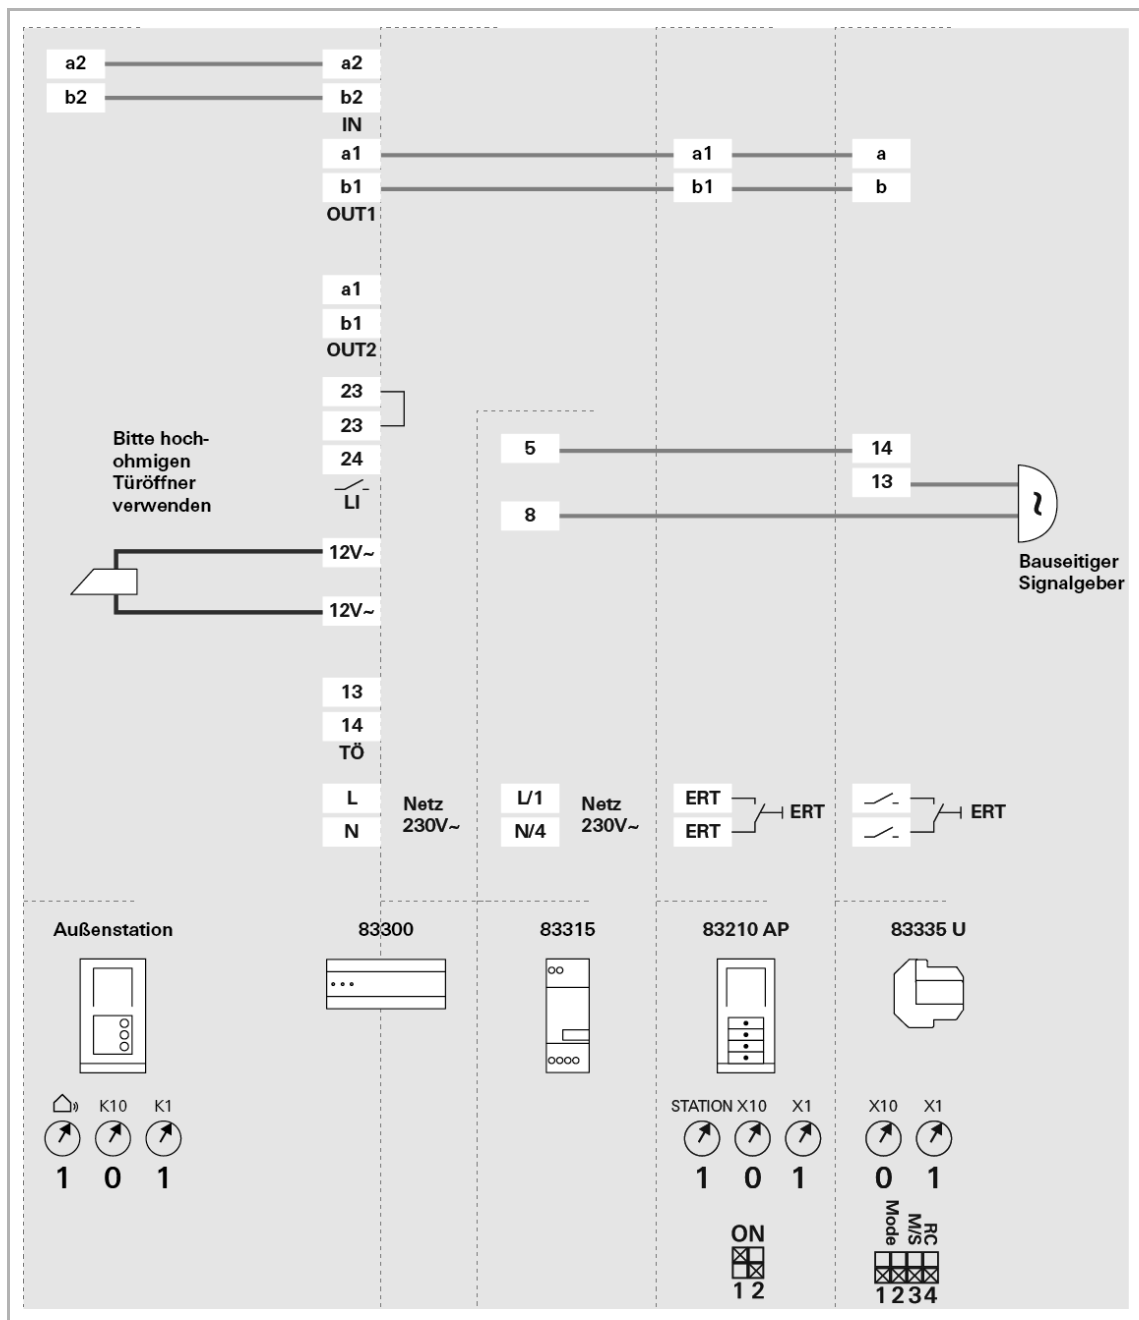

Abb. 33: Schaltaktor Unterputz 83335 U – Betriebsart Innenstelle
4.24.1 Betriebsart Innenstelle (Abb. 33)